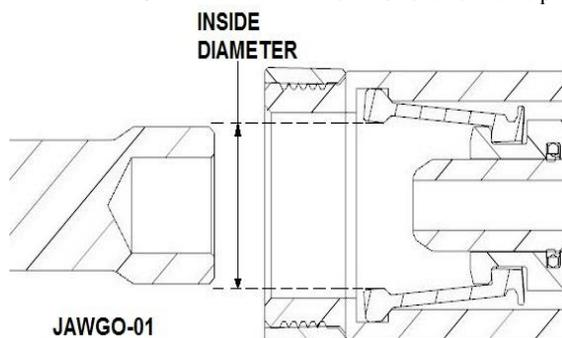

Figure 5 : Ouverture avant
4. **Tous les quatre mois :** confirmez le bon diamètre de l'ouverture frontale du pistolet (Figure 5) avec une jauge de mâchoires OPW [Pièces # JAWGO-1]